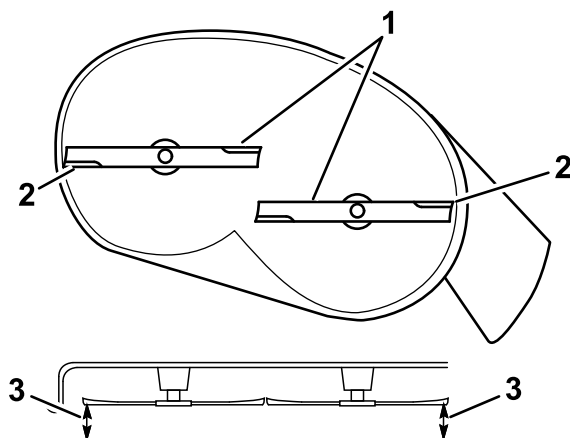

Figura 66
5. Măsurai între marginile de tăiere exterioare i suprafaa plană (Figura 66).